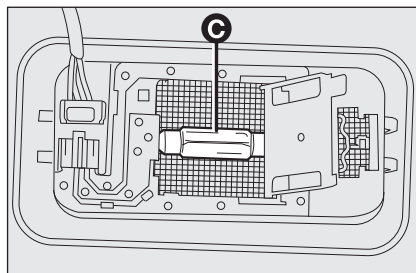

fig. 27
- ☐ sustituir la lámpara **C-fig. 27** separándola de los contactos laterales; introducir la nueva lámpara asegurándose de que la misma quede bloqueada correctamente entre los contactos;